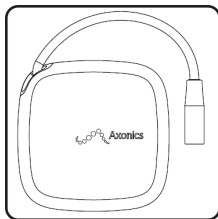

Figure 1 : stimulateur de test (TS) Axonics
Le système de test (TS) Axonics (Figure 1) fait partie du système Axonics SNM. Le stimulateur-test (TS) est un dispositif programmable qui est porté à l'extérieur du corps. Il délivre une stimulation électrique au nerf sacré via des connexions avec une électrode permanente ou PNE.